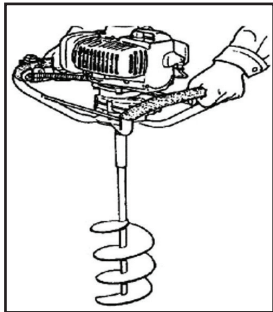

Рис.6
1. Крепко держите рукоятку двумя руками. Бурение осуществляйте при помощи напарника. Не пытайтесь самостоятельно производить бурение, это может привести к травмам (Рис.6).